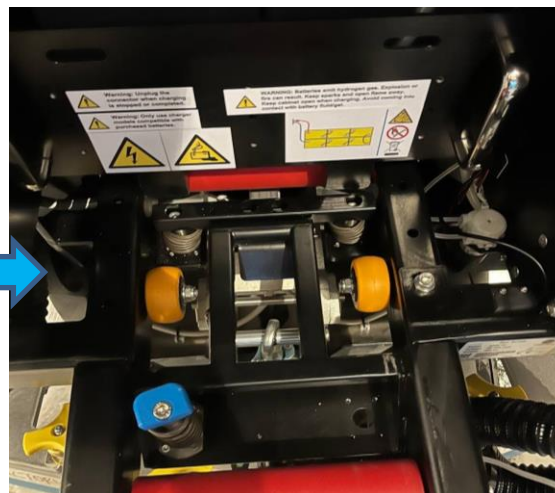

Fig. 3
3. Pousser le chariot vers l'avant jusqu'à ce qu'un "clac" se fasse entendre, en s'assurant que le chariot est verrouillé au châssis du REX. (Fig 3).